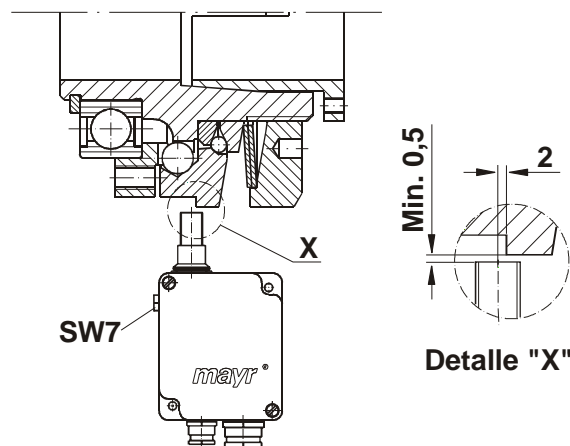

Figura 11
El conmutador de final de carrera sin contacto se debe montar en el borde de conmutación del acoplamiento (Figura 11) de modo que durante el funcionamiento normal el conmutador de final de carrera no produzca un cambio de señal causado por los errores de marcha circular habituales del acoplamiento.
- Ajuste las distancias para el conmutador de final de carrera sin contacto según la figura 11.